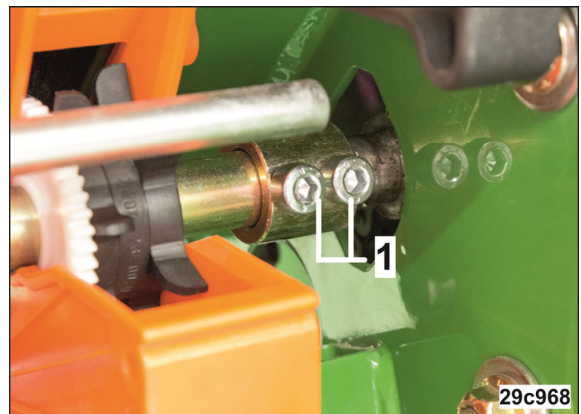

Fig. 229
4. Unscrew the bolts (Fig. 229/1).